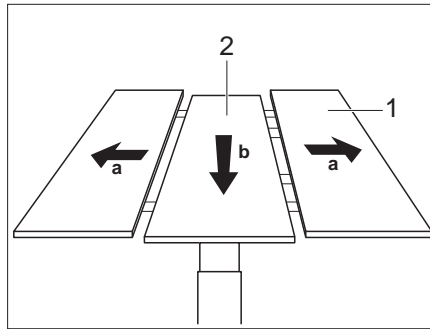

Bild 96 Mittelteil hoch fahren
- Die Außenteile (Bild 96,1) des Tisches auseinander ziehen.
- Das Mittelteil (Bild 96,2) des Tisches kräftig nach unten drücken. Das Mittelteil wird mit Federkraft nach oben gedrückt.
- Das Mittelteil (Bild 96,2) des Tisches kräftig nach unten drücken. Das Mittelteil rastet in der unteren Stellung ein.